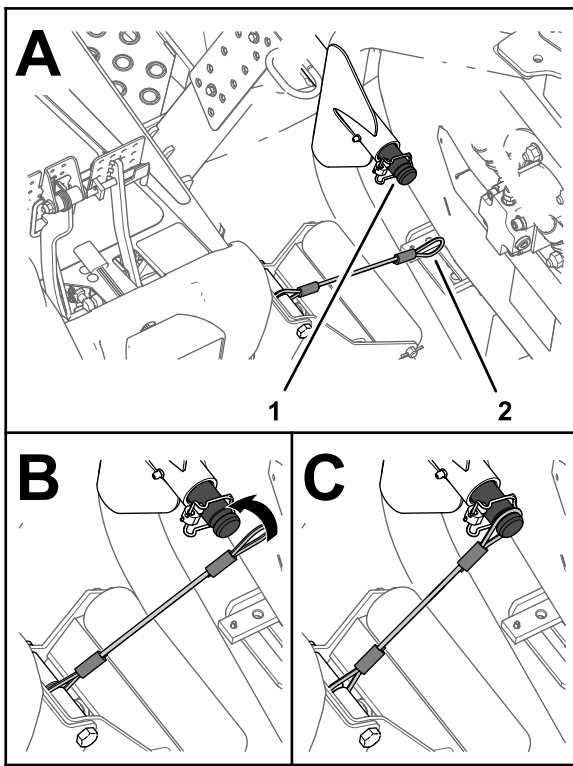

Bild 26
5. Fluchten Sie die Verbindungsleine zur Trägerwelle des Hubarms für das äußere Frontmähwerk aus (Bild 26).
6. Schieben Sie die Schleife der Verbindungsleine über die Trägerwelle, bis die Verbindungsleine fest in der Rinne der Welle sitzt (Bild 26).